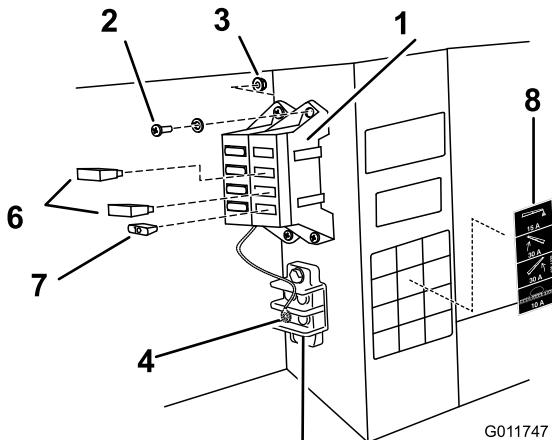

Figura 12
8. Conecte el cable negro de tierra al perno de 1/4 pulgada situado en el bastidor del vehículo, usando la arandela de estrella (Figura 12).
10. Instale el bloque de fusibles y el mazo de cables al bastidor junto al bloque de fusibles existente, usando los dos tornillos (#10-24 x 3/4 pulgada) y las dos contratuerca (#10-24) según se muestra en Figura 12.
- Instale los dos disyuntores térmicos de 30 amperios en las ranuras de los fusibles de elevación de los brazos izquierdo y derecho (Figura 12).
- Instale el fusible de 10 amperios en la ranura del sistema de pulverización (Figura 12).